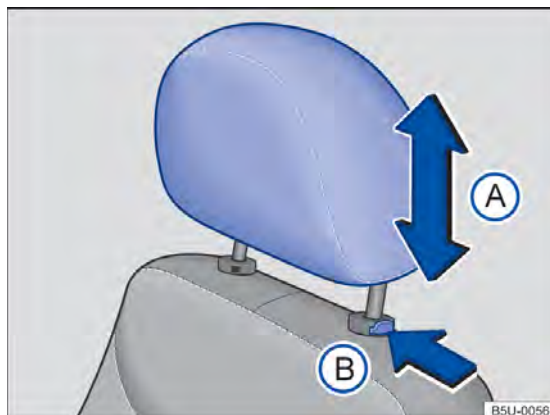

Fig. 38 Ajustar o apoio para cabeça dianteiro.
- Empurrar o apoio para cabeça para cima ou para baixo na direção da seta → Fig. 38 (A) → ⚠.